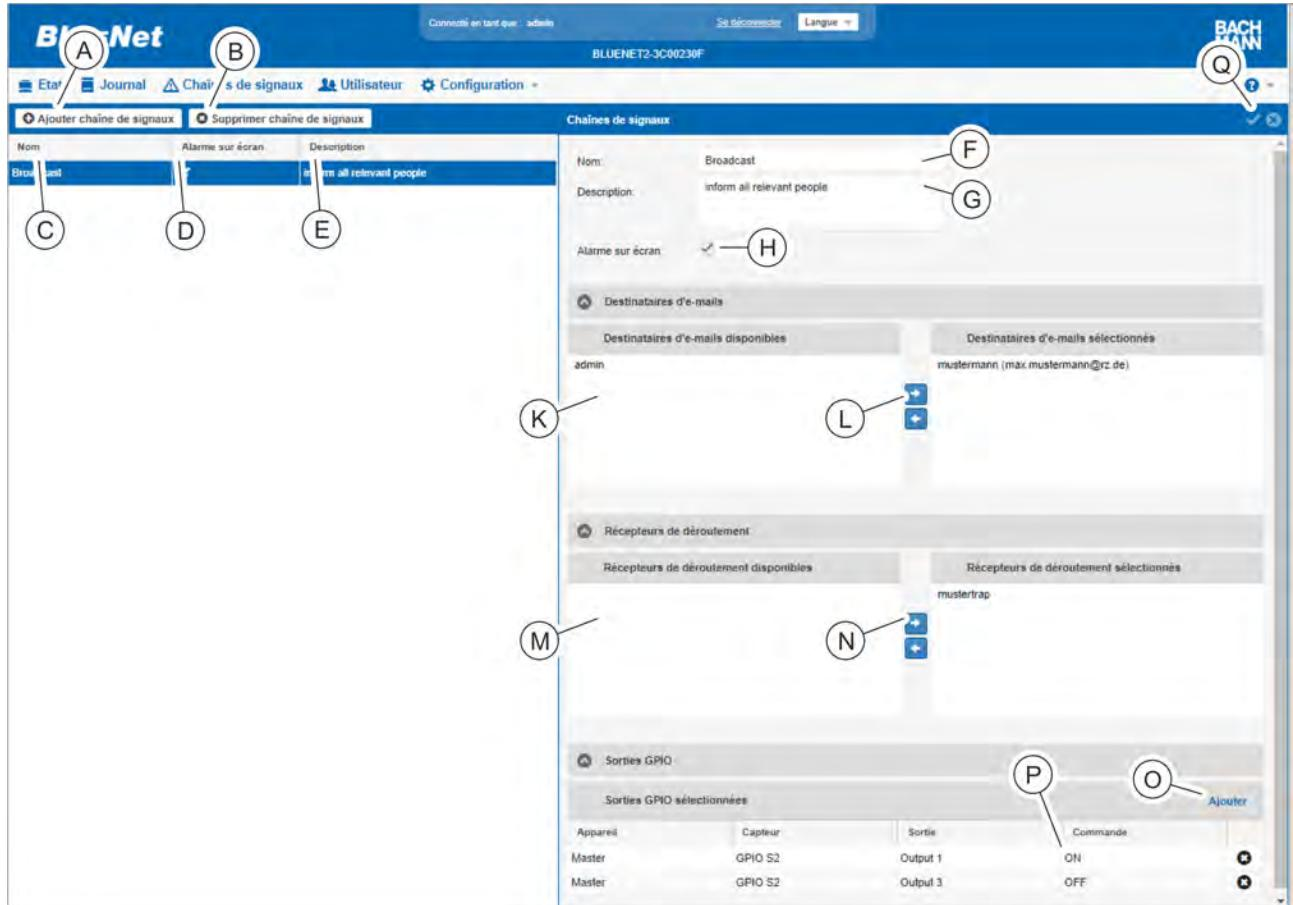

Fig. 123 : Menu « Chaîne de signaux »
2. ➔ Appuyer sur le bouton « Ajouter chaîne de signaux » (Fig. 123 /Ⓐ) pour créer une nouvelle chaîne de signaux.
Pour modifier une chaîne de signaux existante, sélectionner la chaîne de signaux appropriée dans la liste (Fig. 123 /Ⓑ).
3. ➔ Saisir une désignation pour la chaîne de signaux dans la zone « Chaîne de signaux » (Fig. 123 /Ⓕ).
4. ➔ Si nécessaire, saisir une description de la chaîne de signaux (Fig. 123 /Ⓖ).
5. ➔ Si nécessaire, cocher la case « Alarme sur écran » pour qu'un message d'alarme soit affiché sur l'écran du PDU (Fig. 123 /Ⓗ).
6. ➔ Dans le champ « Destinataires d'e-mails disponibles » (Fig. 123 /Ⓘ), sélectionner éventuellement un destinataire pour une notification par e-mail et appuyer sur le bouton ➤ dans le champ « Destinataires d'e-mails sélectionnés » pour écrire le message (Fig. 123 /Ⓛ).
7. ➔ Dans le champ « Récepteurs de déroutement disponibles » (Fig. 123 /Ⓜ), sélectionner éventuellement un récepteur de déroutement et appuyer sur le bouton ➤ pour le déplacer dans le champ « Récepteurs de déroutement sélectionnés » (Fig. 123 /Ⓝ).
8. ➔ Si la chaîne de signaux doit être reliée à une sortie sur un module GPIO, sélectionner le bouton « Ajouter » (Fig. 123 /Ⓓ).
10. ➤ Si nécessaire, sélectionner la sortie correspondante dans la liste et définir dans le menu de sélection « ON » / « OFF » (Fig. 123 /Ⓑ) si le relais doit être activé ou désactivé quand la chaîne de signaux est déclenchée.
11. ➤ Appuyer sur le bouton « Enregistrer » pour confirmer la sélection (Fig. 123 /Ⓒ).
- ⇒ La chaîne de signaux est créée (Fig. 123 /Ⓓ).
Pour supprimer une chaîne de signaux, sélectionner la chaîne de signaux souhaitée (Fig. 123 /Ⓒ) et appuyer sur le bouton « Supprimer chaîne de signaux » (Fig. 123 /Ⓓ). Une boîte de dialogue apparaît alors et comporte une question qui doit être confirmée.